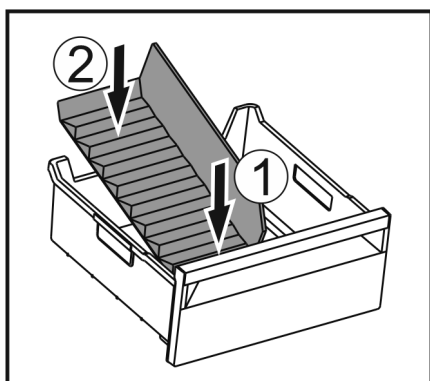

Fig. 115
- Vorderen Teil des Eisfach-Trenners einsetzen. Fig. 115 (1)
- Hinteren Teil des Eisfach-Trenners bis zum Schubfachboden absenken. Fig. 115 (2)